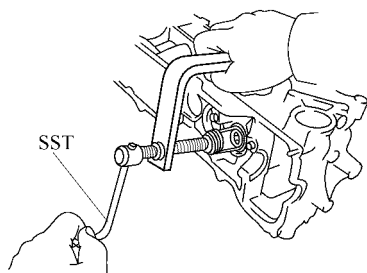

图 1-24 拆下气门
1) 使用气门弹簧压缩器，压缩气门弹簧上座直到两个锁片能被拆下。如图 1-24 所示，拆下两个锁片及特种维修工具，然后拆下弹簧上座、弹簧和气门。